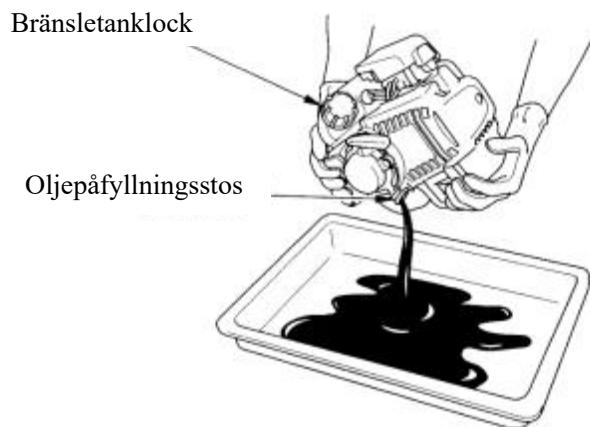

Fig. 11
- Demontera oljemätstickan, luta motorn mot oljepåfyllningsstosen och töm ut motoroljan i behållaren som visat i fig. 11.